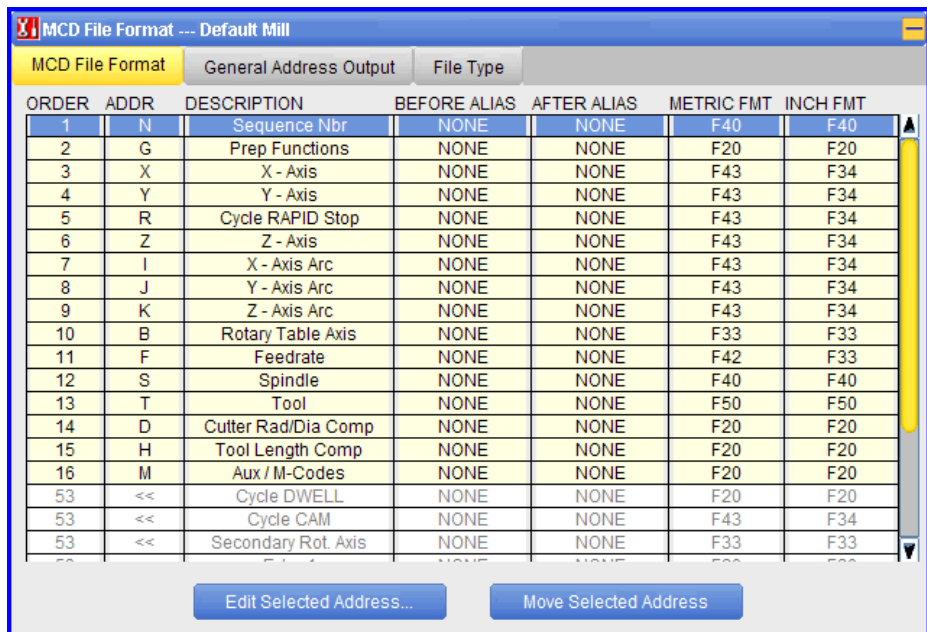

图 9.2.14 “MCD File Format”选项卡
- **MCD File** : MCD 文件格式。选择此选项，系统显示图 9.2.14 所示的页面，可以查看和编辑地址寄存器及其格式，系统对所有的地址寄存器指定输出的顺序，用户可以改变寄存器的位置。